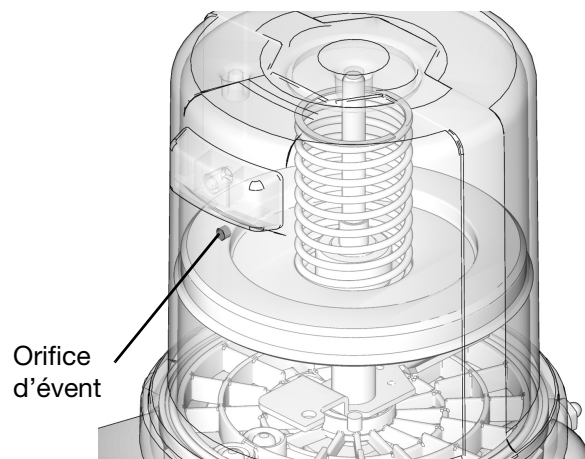

FIG. 16
3. Remplir le réservoir de graisse jusqu'à ce que le joint de la plaque suiveuse perce l'orifice d'évent (FIG. 16) et que la majorité de l'air soit expulsée du réservoir.